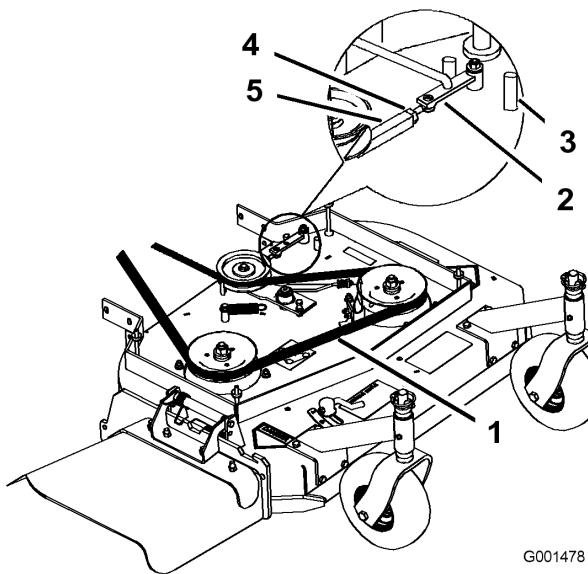

Figura 50
Nota: Si el brazo no entra en contacto con el tope delantero de la plataforma del cortacésped (Figura 50), ajuste la horquilla para acercar la palanca acodada al eje de salida de la transmisión (Figura 49).
3. Afloje la contratuerca del tensor (Figura 50).
4. Gire el tensor hacia la parte trasera del cortacésped para aumentar la tensión de la correa. Gire el tensor hacia la parte delantera del cortacésped para reducir la tensión de la correa (Figura 50).